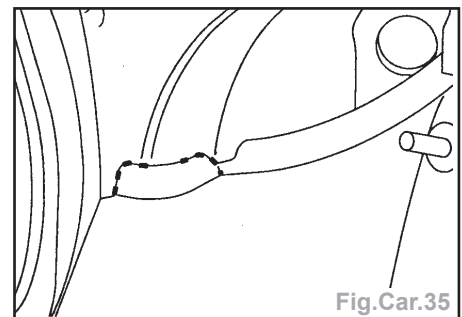

Fig.Car.35
- Souder par cordons successifs au MIG (Fig.Car.35).